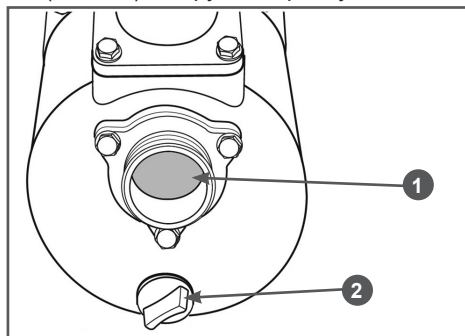

Рис. 20. Слив воды из корпуса насоса
давлением, и попытка их открутить может привести к их повреждению. Сначала рекомендуется сбросить давление воды в напорном рукаве, для чего нужно нажать на обратный клапан 1 насоса любым неострым предметом, например, рукояткой молотка, и слить воду из напорного рукава (Рис. 20).
7. Открутите пробку 2 отверстия для слива и слейте воду из корпуса насоса (Рис. 20). Закрутите пробку.